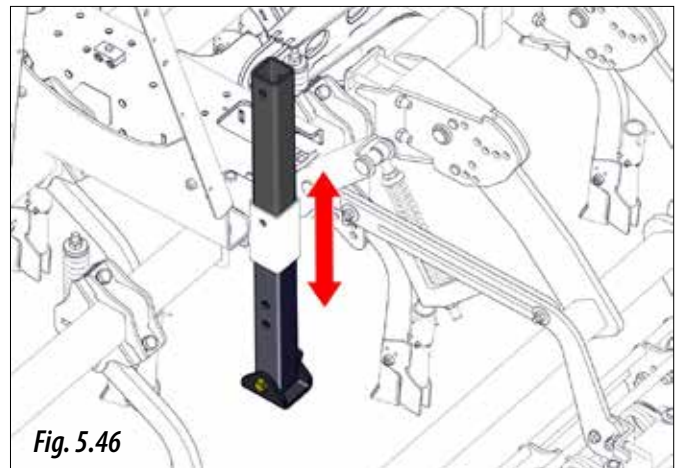

Fig. 5.46
- 2- Déplacer le pied d'appui jusque dans la position souhaitée (figure 5.46).